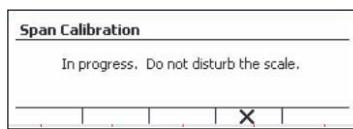

Figure 11
5. Placez la masse d'étalonnage du poids spécifié sur le plateau et appuyez sur le bouton multifonction correspondant à l'icône . Pour modifier le point d'étalonnage, saisissez la valeur désirée, puis placez le poids correspondant sur le plateau pour l'étalonnage. Un message de suggestion apparaît à l'écran. (Voir Figure 11)